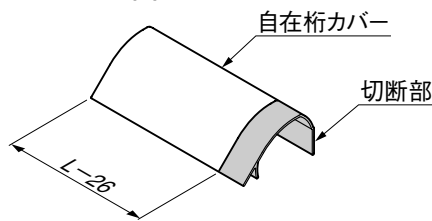

図2-3
- ③ 自在桁カバーを実測したL寸法から-26mmの部分で切断してください。(図2-3参照)